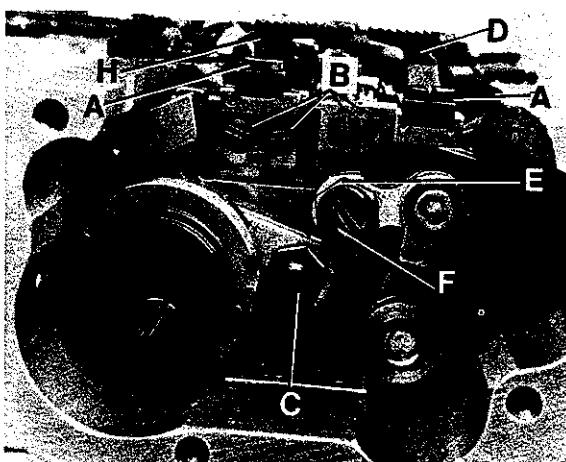

Fig.32
Assemble the main feed dog (H, Fig. 32) and the differential feed dog (D), tighten fastening screws (A) slightly. Insert the throat plate support with throat plate on the cylinder arm and center the feed dogs across-the-line-of-feed in the throat plate slots to have equal clearance on all sides. Now tighten screws (A) firmly.
For setting loosen screws (B, Fig. 32) and position the feed dog holders with the feed dogs to the correct height. Tighten screws (B).
In-line-of-feed the differential feed dog can be set to the front or to the rear to clear equally between the main feed dog and the front end of throat plate slot. For adjustment loosen screw (F, Fig. 32) and rotate eccentric (E) in operating direction until the correct setting is obtained. Retighten screw (F).
Also the main feed dog (H, Fig. 32) can be set slightly in-line-of-feed to the front or rear in the throat plate slots, if required. Loosen nut (C) and move the feed dog accordingly. Retighten nut.
Montieren Sie den Haupttransporteur (H, Fig. 32) und den Differentialtransporteur (D), ziehen Sie die Befestigungsschrauben (A) nur leicht an. Stecken Sie den Stichplattenträger mit Stichplatte auf den Zylinderarm und vermitteln Sie die Transporteure seitlich in den Stichplattenschlitzen so, daß sie an allen Stellen freigehen. Ziehen Sie die Schrauben (A) danach gut an.
Zur Einstellung lösen Sie die Schrauben (B, Fig. 32) und schieben die Transporteurhalter mit den Transporteuren auf die gewünschte Höhe. Ziehen Sie die Schrauben (B) an.
In Transportrichtung kann der Differentialtransporteur entsprechend vor- oder zurückgestellt werden, damit er zwischen dem Haupttransporteur und dem vorderen Schlitzende der Stichplatte gleichmäßig freigeht. Zur Einstellung lösen Sie die Schraube (F, Fig. 32) und drehen den Exzenter (E) in Nährichtung, bis die richtige Einstellung erreicht ist. Ziehen Sie die Schraube (F) wieder an.
Auch der Haupttransporteur (H, Fig. 32) kann, bei Bedarf, in Transportrichtung in den Stichplattenschlitzen geringfügig vor- oder zurückgestellt werden. Lösen Sie die Mutter (C) und verschieben Sie den Transporteur entsprechend. Ziehen Sie die Mutter wieder an.